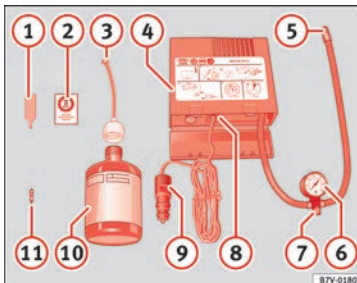

Fig. 69 Representación estándar: contenido del kit antipinchazos.
• Desenrosque la caperuza y el obús de la válvula del neumático. Utilice el aparato » fig. 69 ① para extraer el obús. Colóquelo en una superficie limpia.
- Agite con fuerza la botella de sellante de neumáticos » fig. 69 ⑩.
- Enrosque el tubo de inflado » fig. 69 ③ en la botella de sellante. El precinto de la botella se romperá automáticamente.
- Retire el tapón del tubo de llenado » fig. 69 ③ y enrosque el extremo abierto del tubo en la válvula del neumático.
- Vuelva a colocar el obús con el aparato » fig. 69 ① en la válvula del neumático.
- Enrosque el tubo de inflado del neumático del compresor » fig. 69 ⑤ en la válvula del neumático.
- Compruebe que el tornillo de evacuación de aire está cerrado » fig. 69 ⑦.
- Acople el conector » fig. 69 ⑨ a toma de corriente de 12 voltios del vehículo » fig. 170.
- Conecte el compresor de aire con conmutador ON/OFF » fig. 69 ⑧.